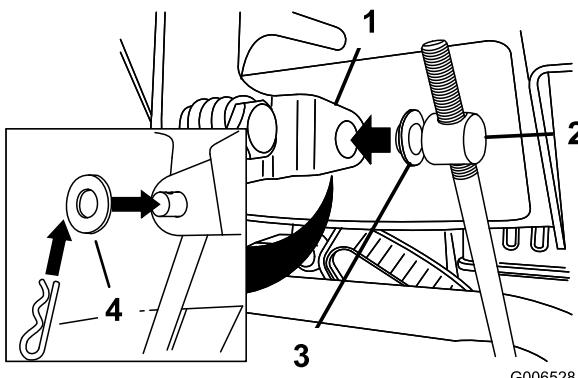

Figura 11
3. Togliete la coppiglia a forcina e la rondella esterna dal barilotto sul lato superiore dell'asta di comando della velocità (Figura 11).
Nota: Per agevolare l'installazione lasciate la rondella piana sul barilotto (Figura 11).
6. Sollevate l'asta di comando della velocità ed inserite il barilotto nel foro della leva di selezione della velocità (Figura 11).
- B. Scollegate il barilotto dalla leva del selettore della velocità (Figura 11).
- C. Abbassate il barilotto sull'asta di controllo della velocità (senso orario) (Figura 11).
- D. Collegate il barilotto alla leva del selettore della velocità (Figura 11).
- C. Alzate il barilotto sull'asta di controllo della velocità (senso antiorario) (Figura 11).